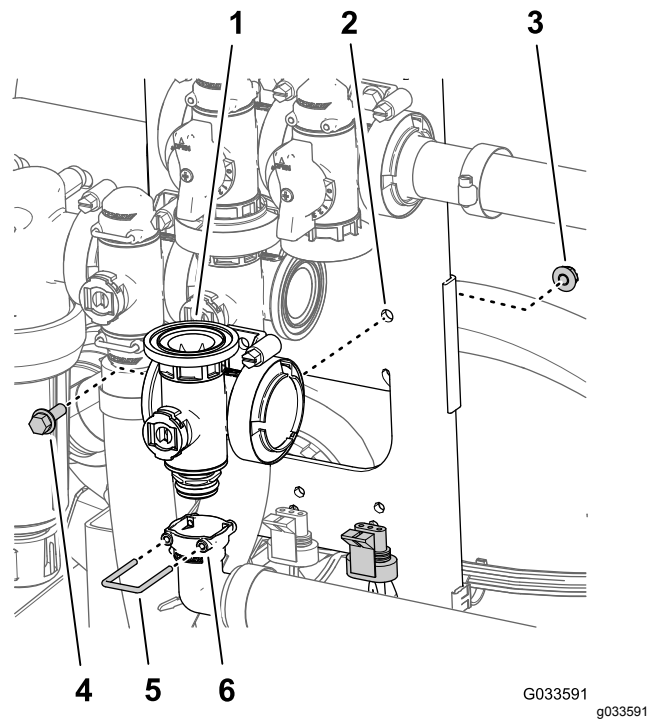

Figura 130
5. Monte el conector de salida de 90° en el acoplamiento inferior del distribuidor de la válvula maestra (Figura 130).
6. Sujete el conector de salida al acoplamiento insertando una horquilla de retención en el alojamiento del conector de salida (Figura 130).